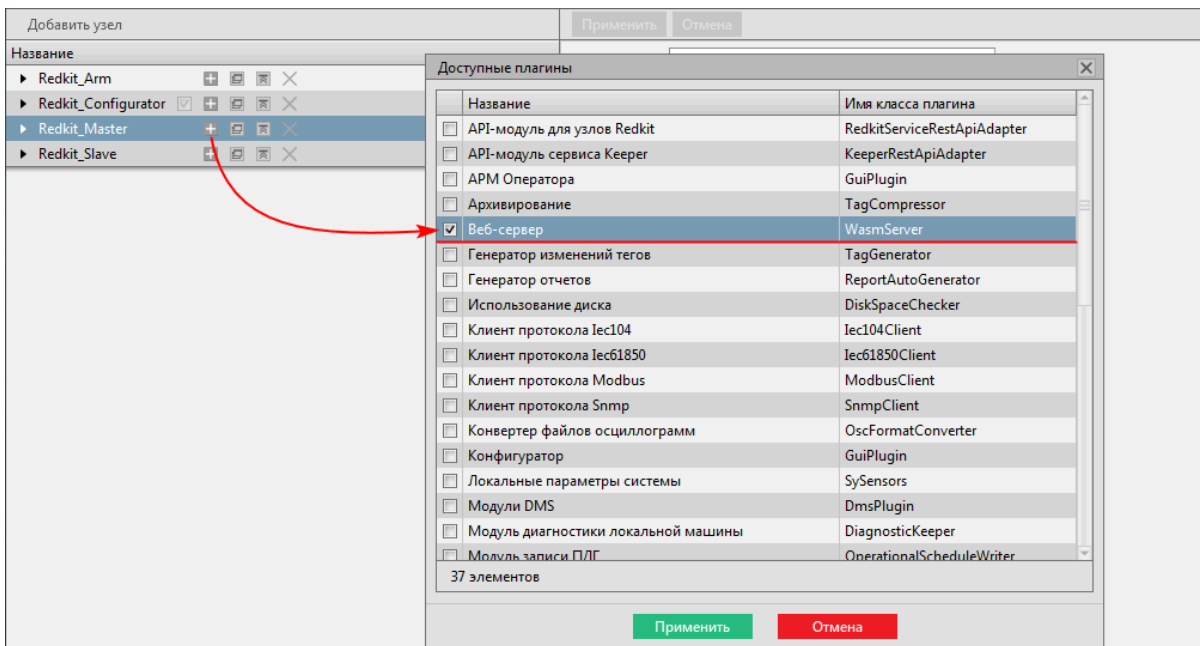

Рисунок 510 - Модуль «Веб-сервер»
4. У узла *Redkit_Master* нажмите на и выберите модуль **Веб-сервер** (Рисунок 510).